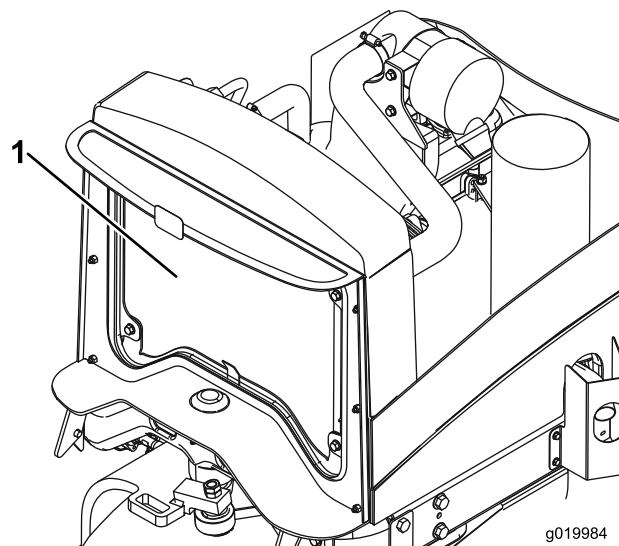

Figure 54
4. Nettoyez soigneusement les deux côtés du radiateur/refroidisseur d'huile avec de l'eau ou de l'air comprimé (Figure 54).